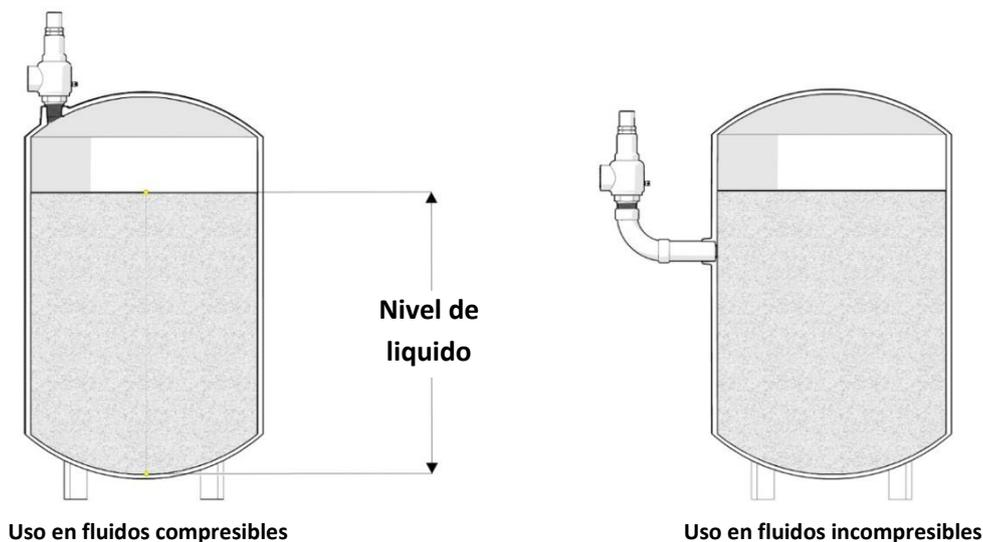

Fig. 9 Ubicación de válvula de acuerdo a tipo de fluido.
9. Cuando la aplicación de la válvula es un fluido compresible la válvula debe ser instalada en el recipiente o una línea conectada al espacio de vapor por encima del nivel de líquido. (Fig. 9)
10. Cuando la aplicación de la válvula es un fluido incompresible la válvula debe ser instalada en el recipiente o una línea conectada por debajo del nivel de líquido. (Fig.9)